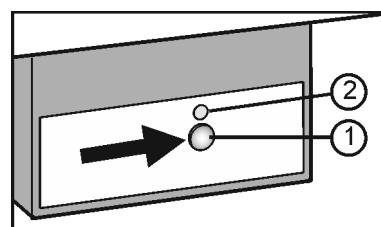

Fig. 6
- Pulse la tecla On/Off Fig. 6 (1) hasta que el LED Fig. 6 (2) se ilumine.